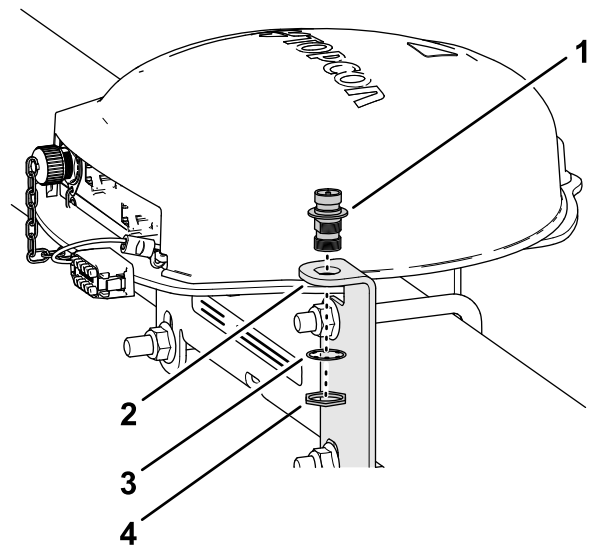

Figura 147
- Alinhe o acoplador coaxial através da abertura no suporte da antena RTK com os roscados do anteparo do acoplador para baixo (Figura 147).
e aperte a porca de retenção à mão (Figura 147).